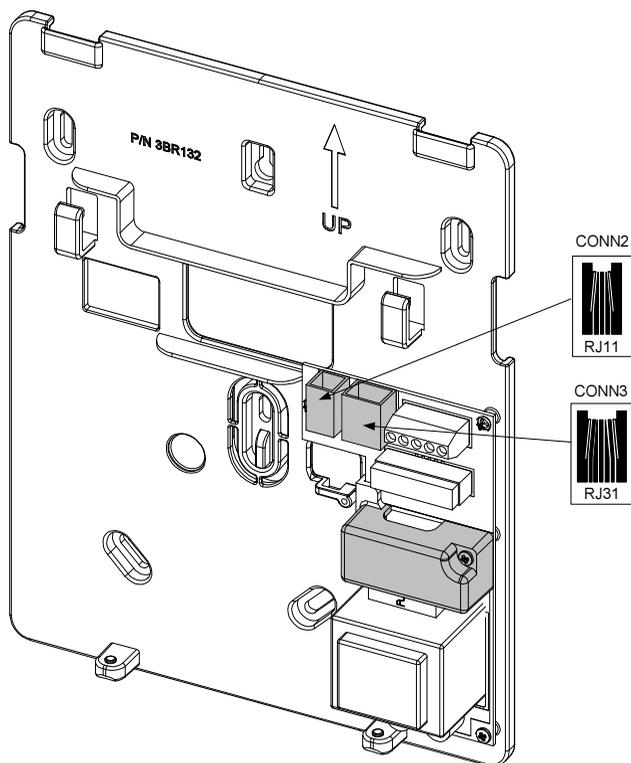

Figure 7 : Connecteurs de ligne téléphonique
1. Connectez la ligne téléphonique entrante au connecteur CONN2 RJ11 (broches 2, 3) ou au connecteur CONN3 RJ31 (broches 4, 5) (voir Figure 7).
2. Connectez chaque téléphone au connecteur CONN2 RJ11 (broches 1, 4) ou au connecteur CONN3 RJ31 (broches 1, 8) (voir Figure 7).